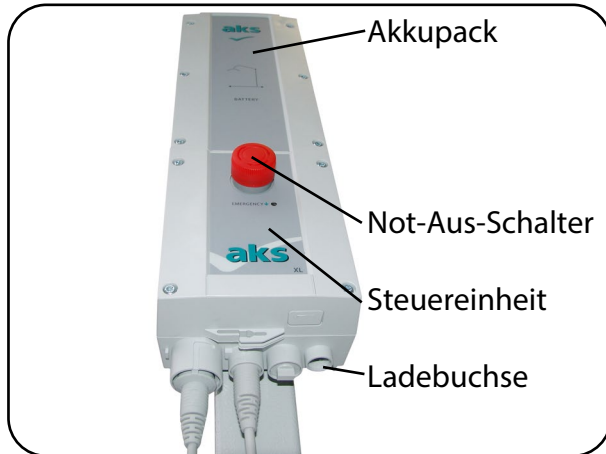
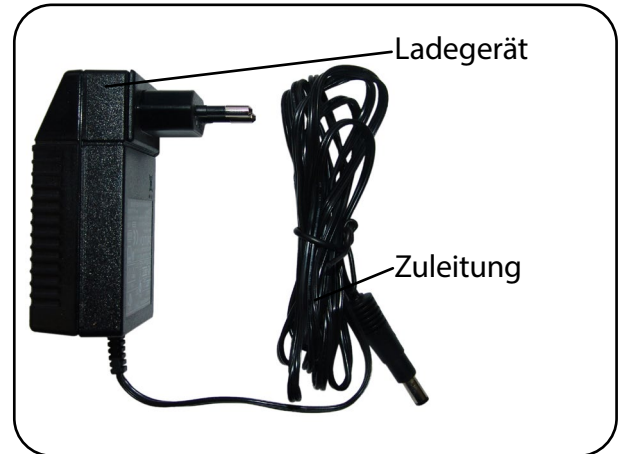

Abb. 8.7.04 - Steuereinheit mit Ladebuchse
Abb. 8.7.05 - Ladegerät mit Zuleitung
Das Akkupack kann ausschließlich mit dem mitgelieferten Ladegerät (Abb. 8.7.05) entweder direkt auf der Steuereinheit oder mit der als Zubehör lieferbaren Wandladestation (siehe Kapitel **Zubehör/Kombination**) geladen werden. Die Ladebuchse befindet sich an der Unterseite der Steuereinheit (Abb. 8.7.04).
2. Stecken Sie die Zuleitung (Abb. 8.7.05) in die Ladebuchse der Steuereinheit (Abb. 8.7.04).
3. Stecken Sie das Ladegerät (Abb. 8.7.05) in eine Netzsteckdose; Anschlusswert: siehe Kapitel Technische Daten Abschnitt **Elektrische Daten**.